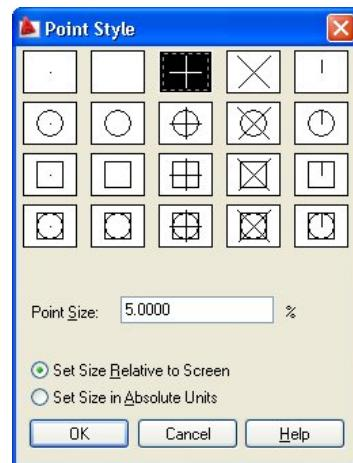

Figura 1.1.38
- prin prompter-ul **Enter number of segments** se solicită numărul de segmente în care să fie divizat obiectul selectat; prin divizare nu se înțelege o împărțire a acestui obiect în mai multe obiecte, ci în marcarea numărului de segmente impus; mărimea și forma punctelor dispuse poate fi modificabilă prin intermediul ferestrei **Point Style**, figura 1.1.38, activabilă prin comanda
- prin prompter-ul **Specify length of segments** se solicită lungimea segmentului la care să fie dispuse punctele; mărimea și forma punctelor dispuse poate fi modificabilă prin intermediu ferestrei **Point Style**, figura 1.1.38, activabilă prin comanda **DDPTYPE** sau din meniul principal  → **Format** → **Point Style**; aceste puncte pot fi accesate ulterior prin opțiunea snap **Node**, tabel 1.1.3;
Punctele create pot fi accesate prin opțiunea snap **NODE**, tabel 1.1.3. Punctele se utilizează și ca markeri pentru comenzi **DIVIDE**, & 1.9.8 și **MEASURE**, & 1.9.9. Aspectul punctelor poate fi modificat prin intermediul ferestrei **Point Style**, figura 1.1.38, activabilă prin comanda **DDPTYPE** sau din meniu principal → **Format** → **Point Style**: